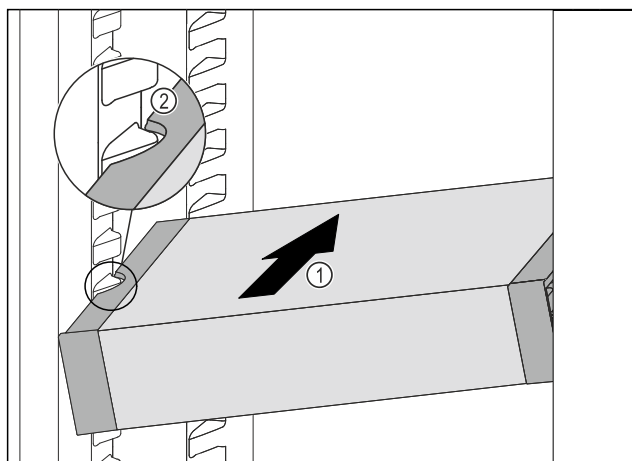

Fig. 173
- VarioSafe gurajte koso u hladnjak Fig. 173 (1) sve dok se bočni otvori Fig. 173 (2) ladice VarioSafe ne nađu na visini žlijeba spremnika u hladnjaku.